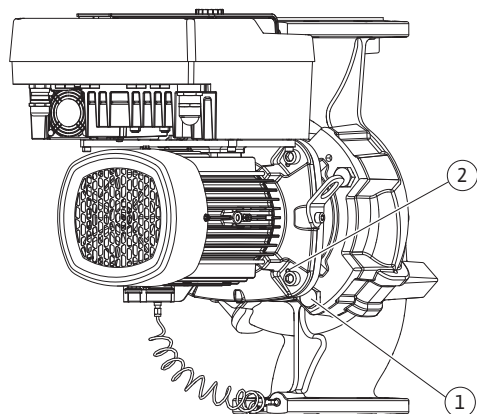
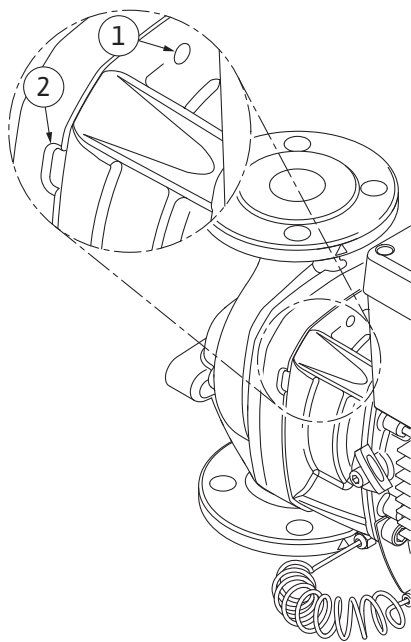

Fig. 99: Fixation optionnelle du kit embrochable
Fig. 100: Trous taraudés et fentes pour chasser le kit embrochable du corps de pompe
12. Retirer le kit embrochable du corps de pompe. Pour ce faire, utiliser les deux trous taraudés (Fig. 99, pos. 1). Pour desserrer le logement, visser des vis adéquates dans les trous taraudés. Si le kit embrochable bouge facilement, il est possible d'utiliser en plus les fentes (Fig. 100, pos. 2) entre le corps de pompe et la lanterne pour le chasser. Pour ce faire, mettre en place p. ex. deux tournevis et les utiliser comme leviers. Après avoir bougé de 15 mm env., le kit embrochable n'est plus guidé dans le corps de pompe.
16. Dévisser l'écrou de fixation de la roue (Fig. I, pos. 22). Retirer le disque de serrage situé en dessous (Fig. III, pos. 23) et retirer la roue (Fig. I pos. 21) de l'arbre de pompe. Démontez la clavette (Fig. III, pos. 37).
17. Selon le type de pompe, desserrer les vis (Fig. I, pos. 10) ou les vis (Fig. 99, pos. 2), (Fig. II, pos. 10b) ou Fig. III, pos. 10a.
18. Séparer la lanterne du centrage du moteur et la retirer de l'arbre à l'aide du dispositif de tirage à deux bras (dispositif de tirage universel). La garniture mécanique (Fig. I, pos. 25) et la bague entretoise (Fig. I, pos. 20) sont extraites en même temps. Éviter de mettre la lanterne en porte-à-faux.
19. Extraire le grain fixe (Fig. I, pos. 26) de la garniture mécanique du logement de la lanterne.